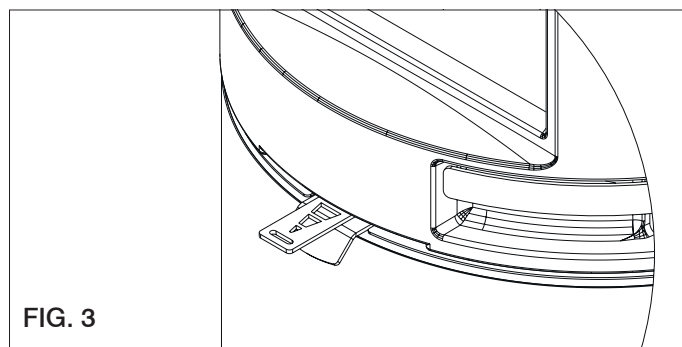

FIG. 3
**- Position "Allumage"/puissance max (fig. 3)**